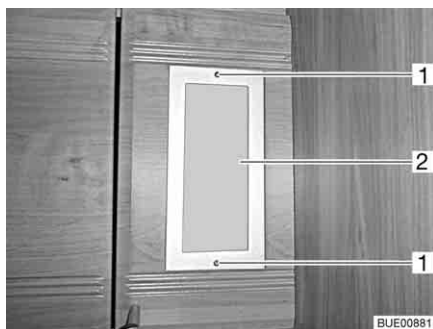

Bild 202 Indirekte Beleuchtung
- Die beiden Befestigungsschrauben (Bild 202,1) herausdrehen.
- Die Glasblende (Bild 202,2) abnehmen.